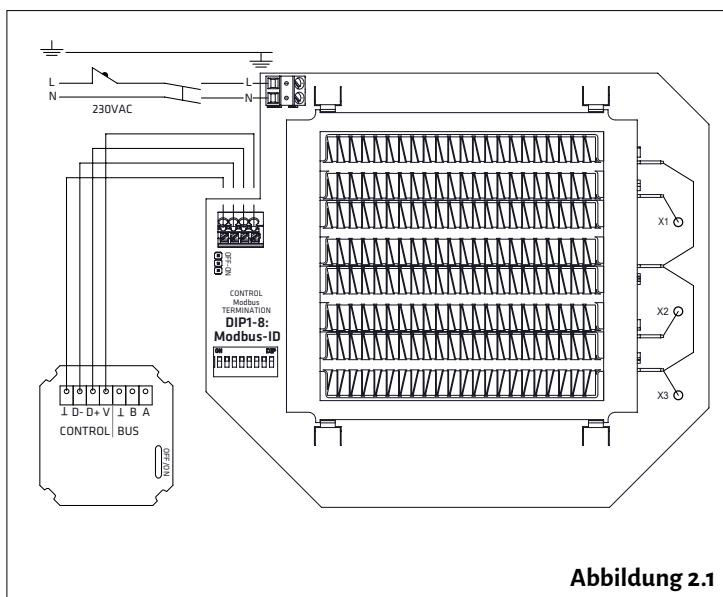

Abbildung 2.1
2. Nehmen Sie den Touchscreen (4) vom Verriegelungselement (3) ab.
3. Lösen Sie das Verriegelungselement beispielsweise mit einem kleinen Schraubendreher vom Bodenelement (1).
4. Befestigen Sie das Bodenelement (1) an der Abzweigdose.
5. Montieren Sie die Abdeckplatte (2).
6. Montieren Sie das Verriegelungselement (3).
7. Verbinden Sie die Kabel mit den Anschlüssen des Touchscreens, so wie in Abb. 2.1 dargestellt.
8. Drücken Sie den Touchscreen (4) in das Verriegelungselement (3), bis er einrastet.